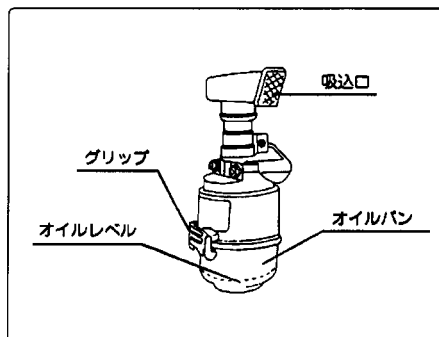

図36
① グリップを外しオイルパン及びエレメントを取外してください。(図36)
④ エアクリーナーの吸込口をホコリの少ない方向(ハンドル側)に向けてください。(図36)